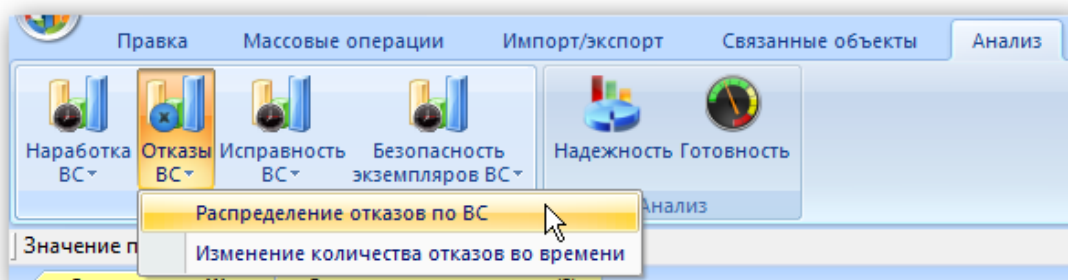

Рис. 13-320 – Выбор диаграммы по отказам
- 3) Нажать кнопку «Отказы ВС» панели «Диаграммы» на вкладке «Анализ» и выбрать пункт «Распределение отказов по ВС» (рис. 13-320).